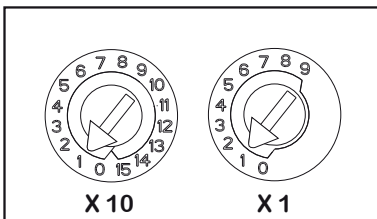

Abbildung 1: Drehschalter zur Adresseinstellung
- Melderadresse (siehe Abb. 1) über die beiden Drehschalter mit einem geeigneten Schraubendreher zwischen Adresse 01 bis 159 einstellen (Hinweis: Einige Brandmelderzentralen unterstützen nur max. 99 Adressen. Abgleich mit der Installationsanleitung des Herstellers der BMZ erforderlich). Notieren Sie die eingestellte Adresse auf dem Beschriftungsfeld des jeweiligen Melders.